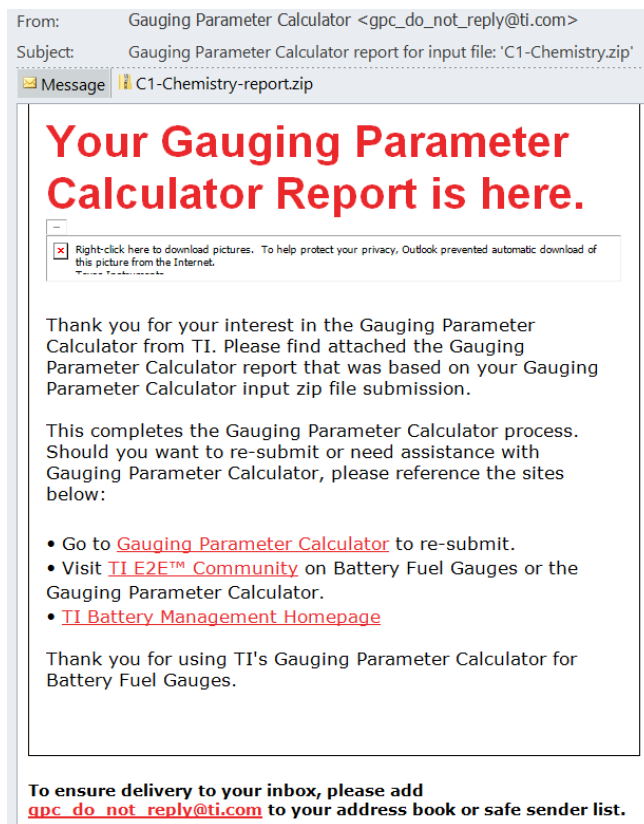

图2.19 GPC CHEM ID 匹配报告邮件示例
(5) 把 config.txt 和 roomtemp\_rel\_dis\_rel.csv 两个文件压缩为 zip 格式，登录 <http://www.ti.com/tool/GPCCHEM> 网站，点击 Upload zip file 按钮上传数据。上传需要先登录 myTI 账号(<http://www.ti.com.cn/myti>)。过几分钟服务器会自动把 ID 匹配结果发到你登录 myTI 的邮箱，如图 2.19 所示。为了避免邮件被分派到垃圾信箱，请把发件人 gpc\_do\_not\_reply@ti.com 加入你通讯录或授信发件人。如果数据格式不满足要求或有错误，系统也会在该邮件里指出。